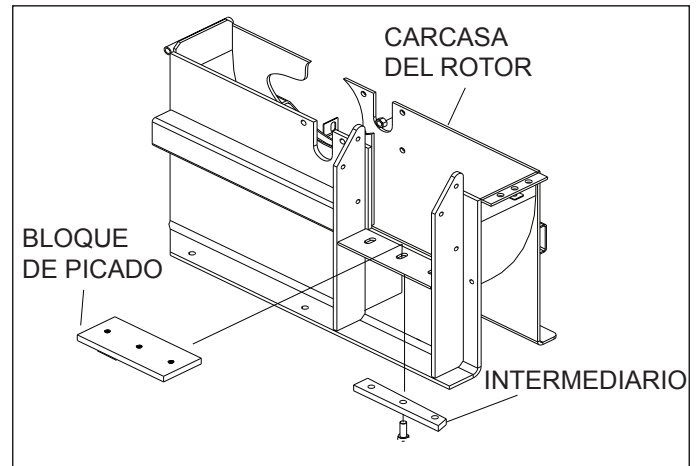

Figura 5.2, Ubicación del bloque de picado
2. Vuelva a amolar el borde en ángulo de las cuchillas chipeadoras a 45 grados (Figura 5.2). Asegúrese de usar algún tipo de accesorio para sostener la cuchilla debidamente en el ángulo correcto.